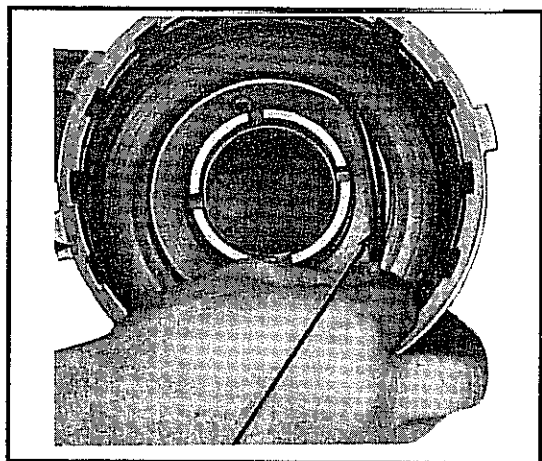

Abb. 10-86 Montage des mittig gelegenen Dichtrings
- Mittig angebrachten Dichtring des Betätigungskolbens Direkter Gang einsetzen. Siehe Abb. 10-86.